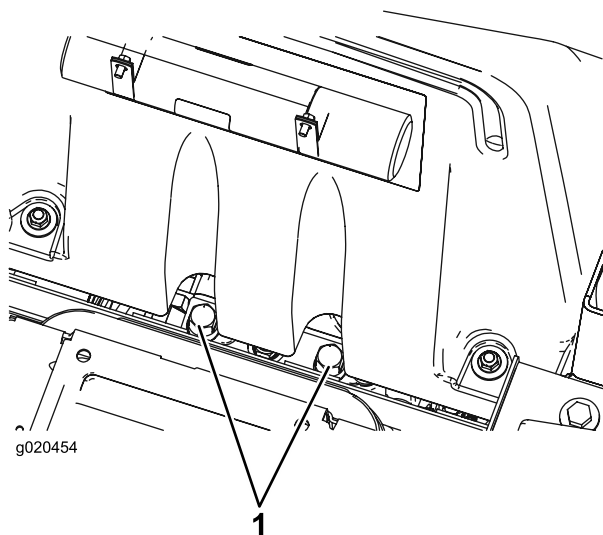

Figura 32
1. As válvulas de derivação encontram-se sob a dianteira do depósito de combustível (Figura 32).